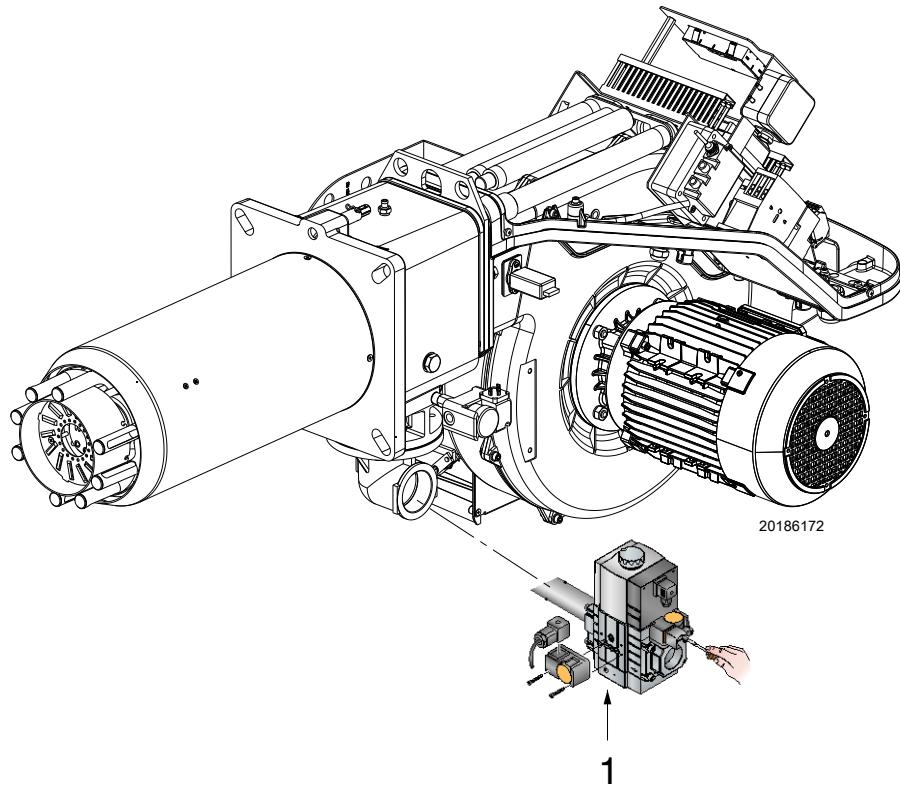

图 28
- ▶ 连接一个压力计到最小燃气压力开关的压力测试点 1(图 28)，检查燃气供应压力：必须低于燃气阀组所能允许的最大压力，见燃气阀组标牌。